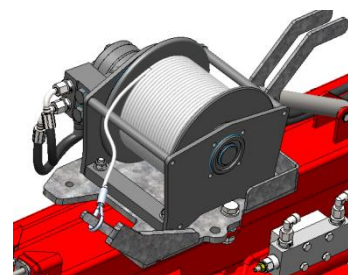

Abbildung 39
- Befestigen Sie die Schlaufe des Windenseils, wenn es nicht benutzt wird, am dafür vorgesehenen Haken an der Winde (siehe *Abbildung 39*).